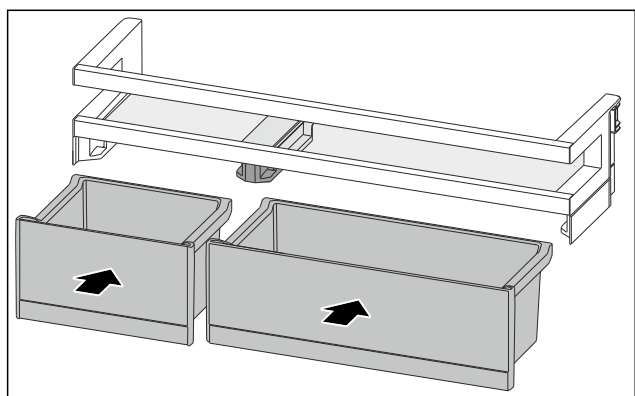

Fig. 189
- ▶ VarioBoxy vložte v opačném pořadí. (viz Fig. 189)